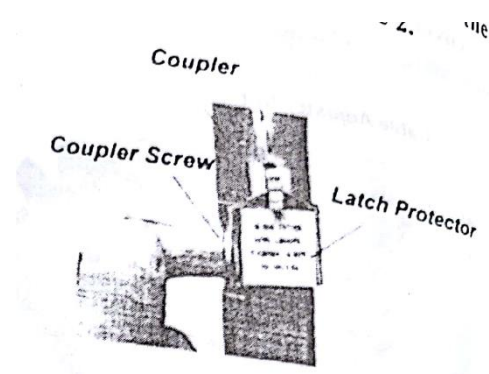

Figura 2
2. Conecte el extremo del cable del acelerador a la unión de la parte superior del carburador. Vea figura 2
Ajuste la tuerca del cable del acelerador hasta que logre un juego libre en el gatillo del acelerador de alrededor 6mm. Vea figura 2
4. Cuando las dos mitades del tubo están bloqueadas, deslice el protector del pestillo en la ranura del pestillo, luego ajuste el tornillo del acoplador. Vea figura 2